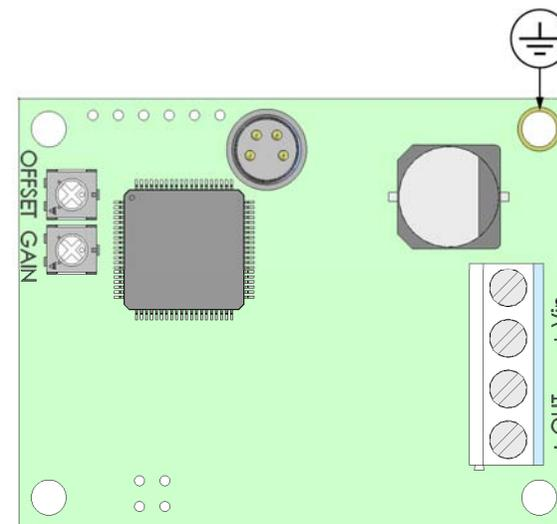

Abb. 1: Elektronikplatine (3-Leiter-Version)
1. Befestigen Sie das Modul mithilfe der Bohrungen in den Ecken der Platine. Verwenden Sie bei Bedarf die optionale Halterung. Achten Sie darauf, die Erdung über die metallisierte Bohrung herzustellen (siehe Abb. 1). Vaisala-Bestellnummern für Zubehör finden Sie in der Bedienungsanleitung.